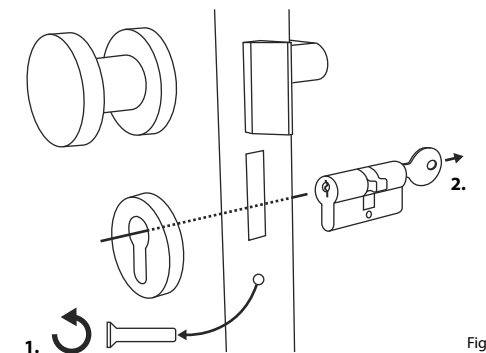

Fig. 1
- ① Retirez le cylindre de serrure existant en desserrant la vis de fixation dans la porte et en retirant le cylindre à l'aide de la clé insérée (Fig. 1).